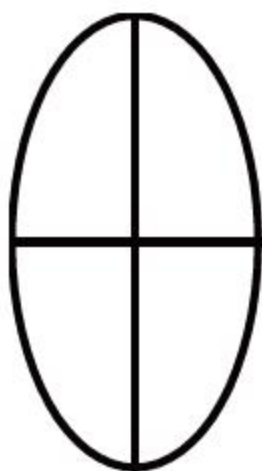

图4-85 绘制线段
**03** 单击【绘图】面板中的【直线】按钮，经过椭圆中心绘制十字相交线，如图4-85所示。